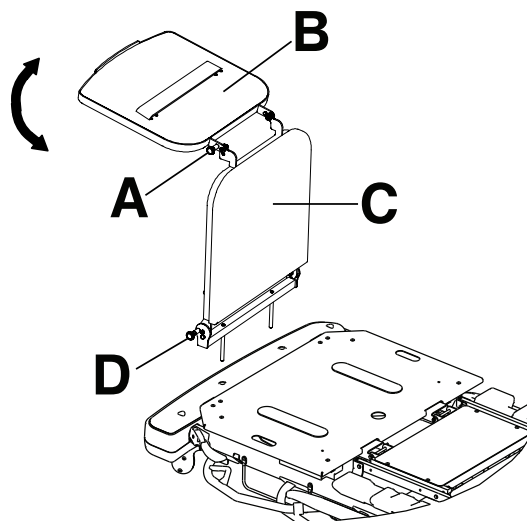

Figura 19 – Tavă defibrilator/extensor picioare
- Trageți în afară butonul superior (A) (Figura 19).
- Rotiți tava pentru defibrilator (B) până când aceasta este așezată orizontal peste capătul pentru picioare al produsului. Eliberați butonul superior (A). Asigurați-vă că tava pentru defibrilator este blocată pe poziție.
Pentru a converti tava de defibrilator/extensorul pentru picioare în extensor pentru picioare (Figura 19):